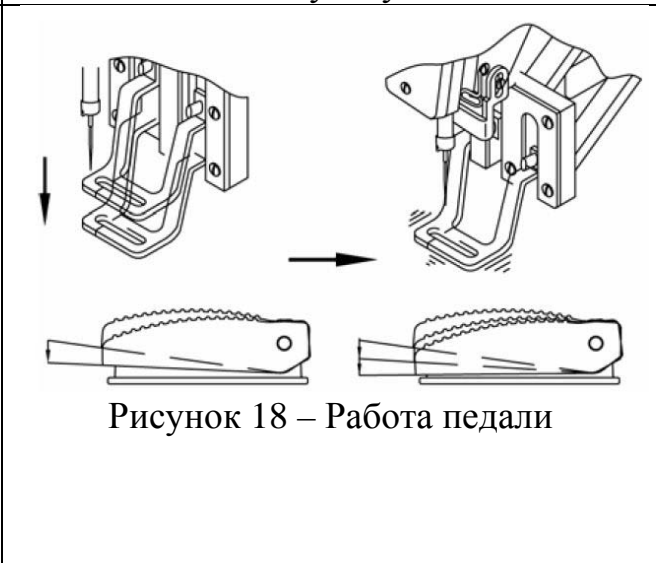

Рисунок 18 – Работа педали
*Работа педали* (рисунок 18). Угол наклона педали в исходном положении регулируется для удобства оператора. Легкое нажатие на педаль вызывает опускание прижимной лапки. Отпускание педали из этого положения вызовет подъем прижимной лапки. Сильное нажатие на педаль выполняет пуск шитья. При завершении цикла шитья прижимная лапка поднимется.